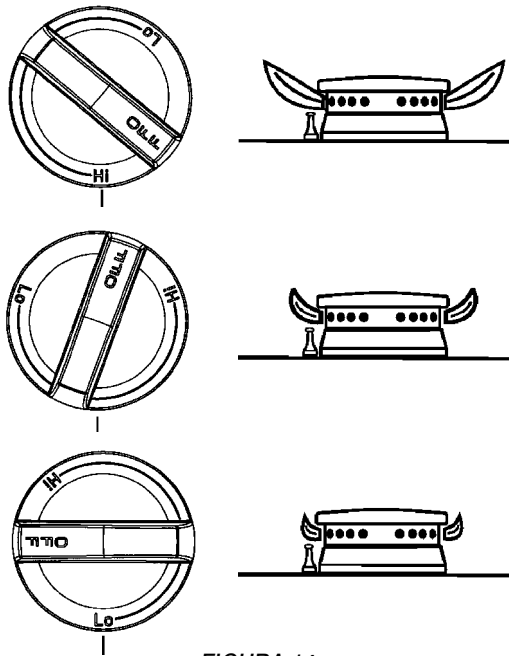

FIGURA 14
Después de que se hayan realizado los pasos A, B y C de conversión, compare la apariencia de la llama de cada quemador en los ajustes alto y bajo (Hi y Lo) contra la figura 14. Si las llamas parecen demasiado altas o demasiado pequeñas, revise cada paso para asegurarse de que se haya realizado correctamente.
- Comenzando con la posición LP (vea el núm. 5 en la página 9, bajo C. AJUSTE DE LA LLAMA BAJA), gire el tornillo en el sentido contrario al de las manecillas del reloj hasta que la llama se estabilice y sea igual a la de la figura 14 del ajuste "bajo" (low). El ajuste adecuado producirá una llama estable, de color azul del tamaño mínimo. El ajuste final debe revisarse girando la perilla de alto a bajo varias veces sin apagar la llama.
Después de terminar con los pasos A, B y C, revise la apariencia de la llama de cada quemador en los ajustes Alto y Bajo comparándolos con la figura 14. Si las llamas parecen muy grandes o muy pequeñas, asegúrese que se hayan seguido todos los pasos correctamente.